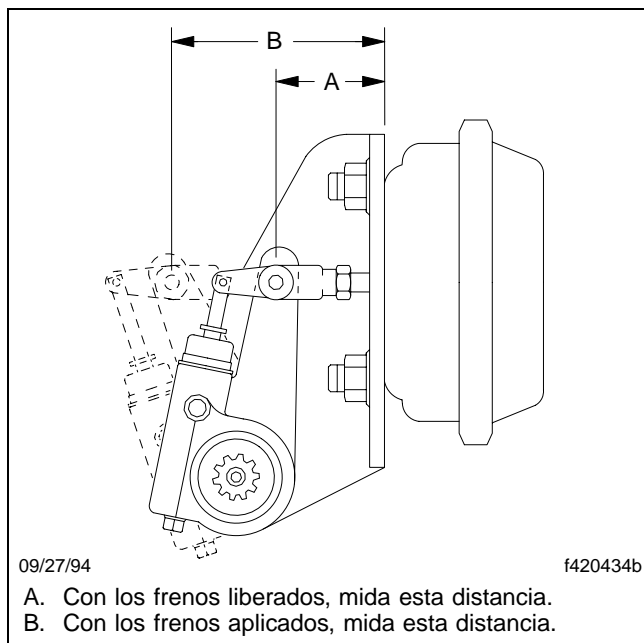

Figura 11.15, Revisión del recorrido del freno, ajustador de tensión automático Gunite
- Con los frenos completamente liberados, utilice una regla para medir la distancia desde la parte inferior de la cámara de freno hasta el centro del pasador grande de la horquilla. Vea la **Figura 11.15**, Ref. A.
- Deje que se acumule una presión de aire de por lo menos 85 psi (585 kPa). Ponga los frenos, y luego mida la distancia desde la parte inferior de la cámara de freno hasta el centro del pasador grande de la horquilla. Vea la **Figura 11.15**, Ref. B.